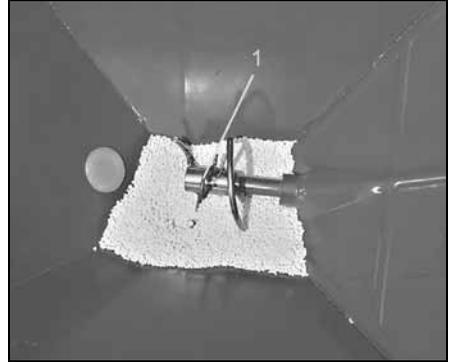

Fig. 36
- La sécurité à cisaillement protégeant l'agitateur est assurée par la goupille Beta de l'agitateur spirale (Fig. 36/1)